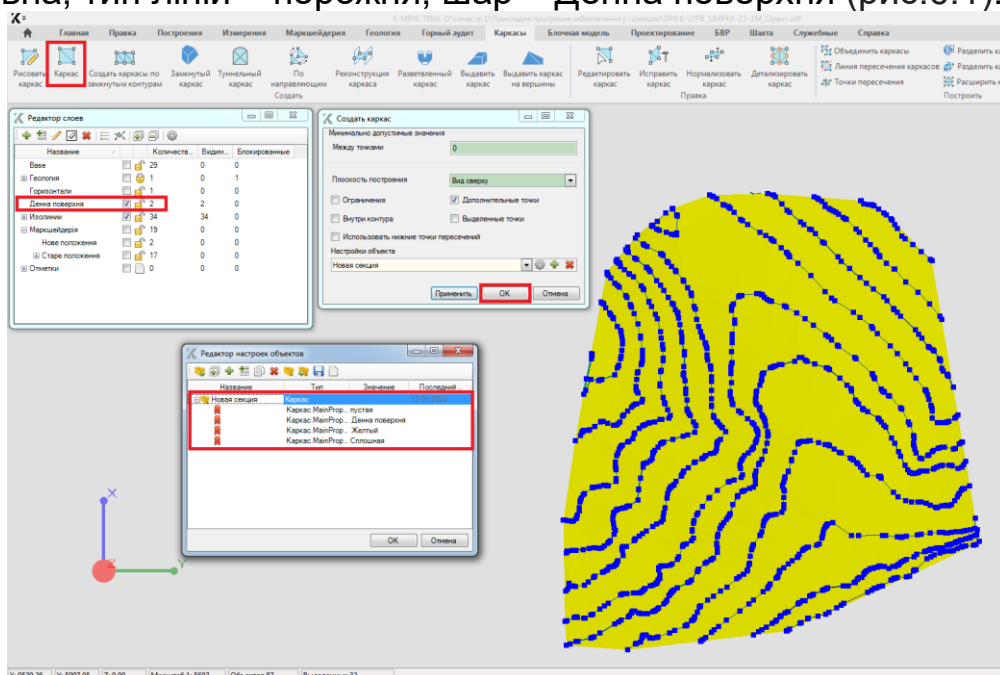

Рисунок 6.1. Приклад виконання завдання 3
3. Створіть каркас по денній поверхні з налаштуваннями: шаблон – суцільна, тип ліній – порожня, шар – Денна поверхня (рис.6.1).